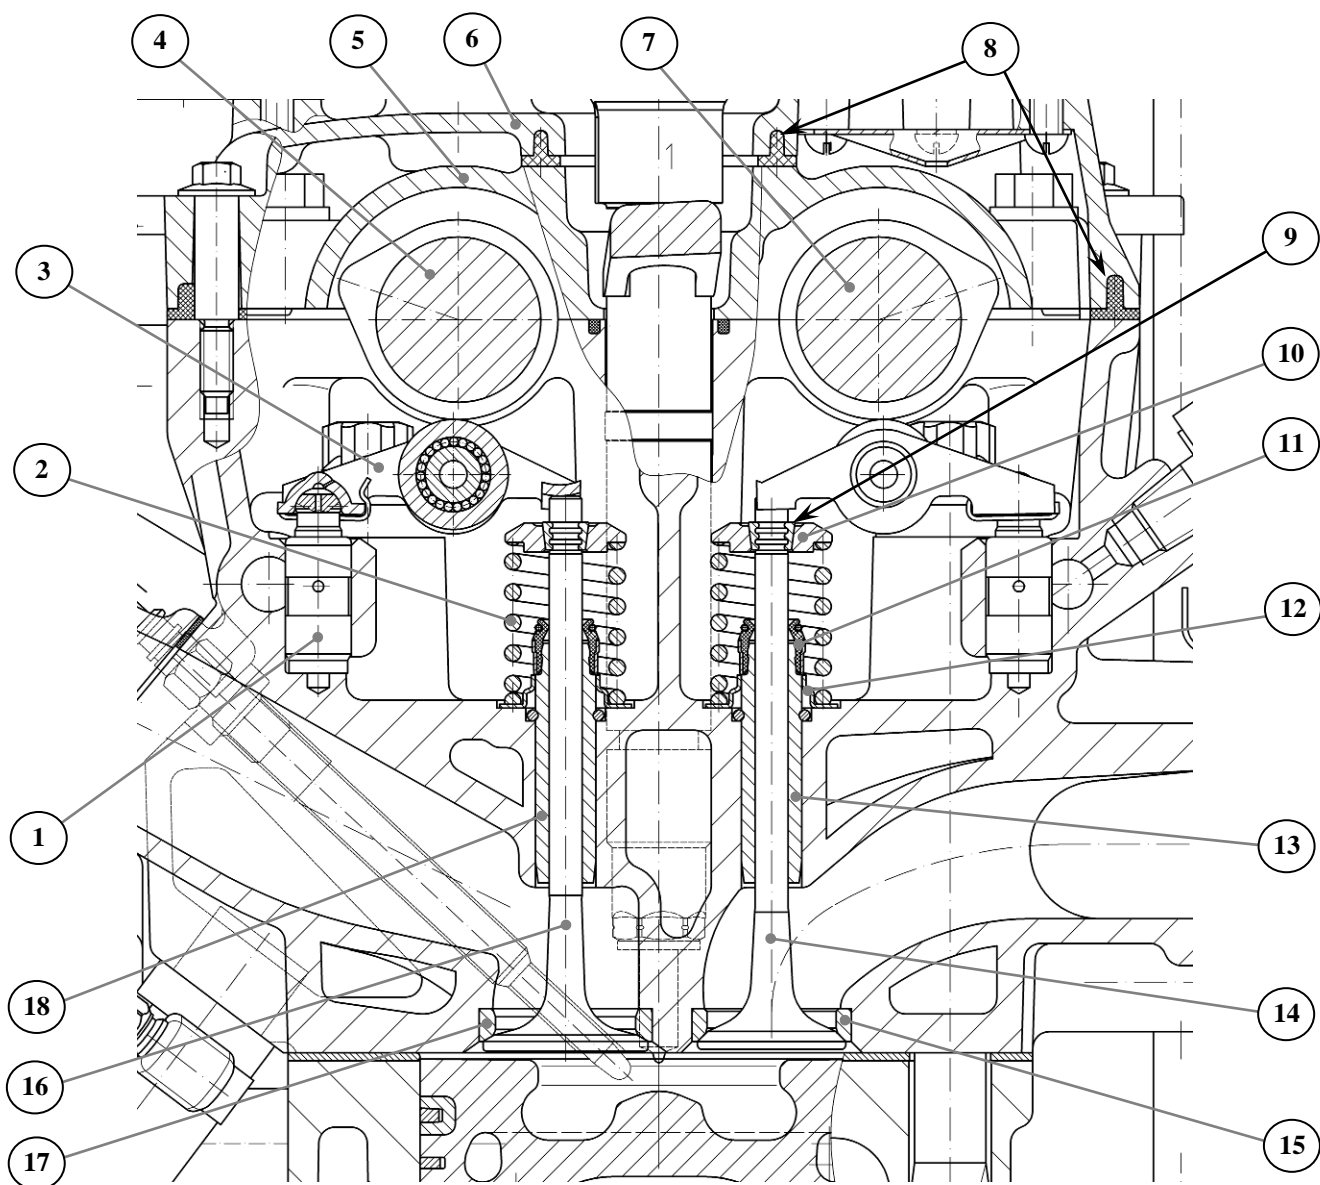

Рис.30. Привод клапанов:
**Привод клапанов** (рис.30). Клапаны приводятся от распределительных валов через рычаги 3 с роликами. Рычаги одним концом, имеющим внутреннюю сферическую поверхность, опираются на сферический торец плунжера гидроопоры 1. Другим концом, имеющим криволинейную поверхность, рычаги опираются на торец стержня клапана.
Впускной 16 (рис.30) и выпускной 14 клапаны изготовлены из жаропрочной стали. Выпускной клапан имеет жароупорную износостойкую наплавку рабочей поверхности тарелки и наплавку из углеродистой стали на торце стержня, закаленную для повышения износостойкости.